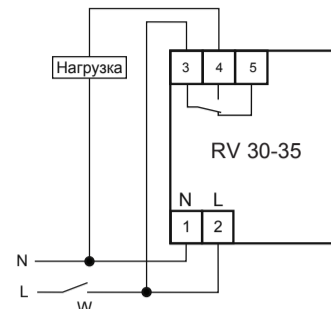

Рис. 2: схема подключения нагрузки мощностью не превышающей мощности, указанной в п. 4 паспорта
7.2. Если мощность нагрузки не превышает мощности, указанной в п.4 паспорта, подключите нагрузку к изделию согласно рис.2. Для этого используйте одножильный или многожильный провод с двойной или усиленной изоляцией сечением, соответствующим мощности нагрузки. Фазное напряжение подается на контакты 2 и 3 изделия. Напряжение может подаваться через выключатель W или напрямую.